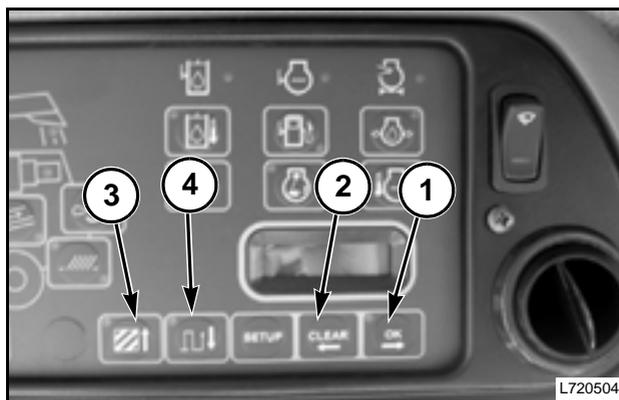

FIG. 75
FIG. 75: La tecla **OK** (1) - se utiliza para reconocer todos los cambios en los valores del menú y para los valores de alarma de la velocidad del eje. También funciona como una luz que indica "normal". El testigo verde se ilumina sólo cuando no hay ninguna alarma de advertencia presente. La tecla le permite al operador ir alternando entre todos los ítems del menú de configuración.